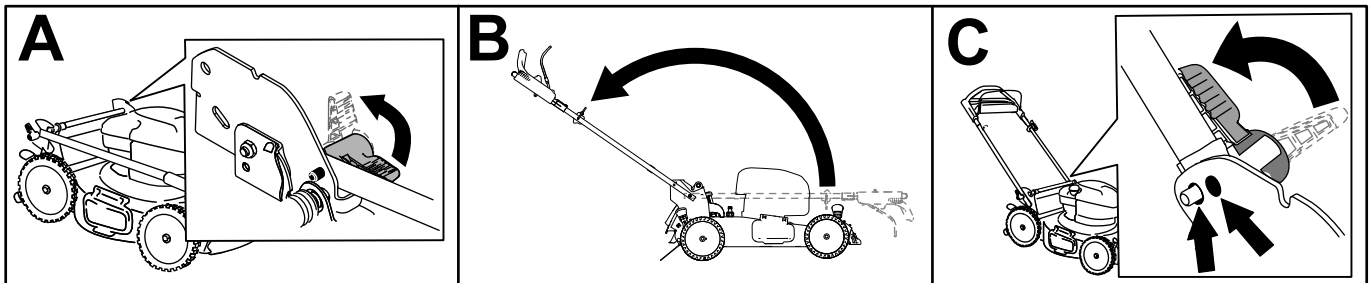

Figure 4
1. Déverrouillez la poignée (A de Figure 4).
2. Ramenez la poignée en arrière à la position d'utilisation (B de Figure 4).
4. Engagez le verrou de la poignée jusqu'à ce que la goupille s'enclenche en place et verrouille la poignée à la position d'utilisation (C de Figure 4).